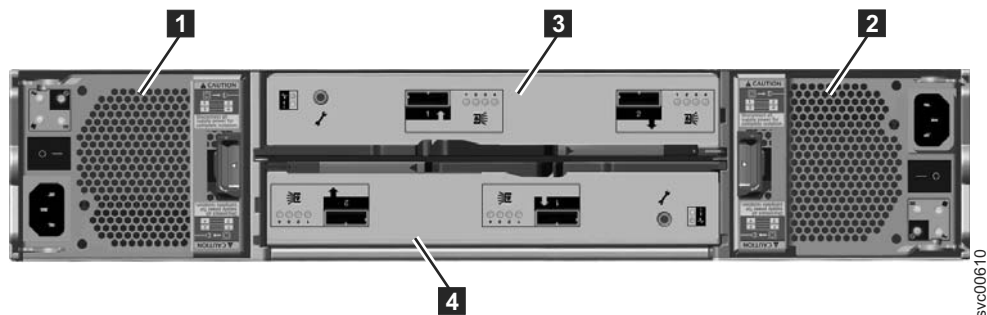

Abbildung 6. Rückansicht des Erweiterungsgehäuses von Modell 2076-212 oder Modell 2076-224
- In der Mitte des Gehäuses befinden sich zwei Einschübe. Jeder Einschub wird als Knoteneinschub bezeichnet. Der obere Einschub (siehe Abb. 6 auf Seite 8) ist Einschub **3** und der untere Einschub ist Einschub **4**. Einschub **3** zeigt mit der Oberseite nach oben und Einschub **4** umgekehrt mit der Oberseite nach unten.
In Abb. 6 wird die Rückansicht eines Erweiterungsgehäuses mit der Position der Stromversorgungseinheiten und der Einschübe gezeigt. Informationen zu den Ports und zu deren Verwendung finden Sie später in diesem Abschnitt.
- In der Mitte des Gehäuses befinden sich zwei Einschübe. Jeder Einschub wird als Erweiterungseinschub bezeichnet. Der obere Einschub (siehe Abb. 6) ist Einschub **3** und der untere Einschub ist Einschub **4**. Einschub 1 zeigt mit der Oberseite nach oben und Einschub 2 umgekehrt mit der Oberseite nach unten.